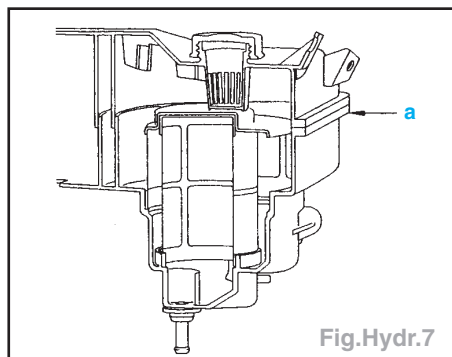

Fig.Hydr.7
- Si le repère est sous le repère «a», ajouter 1L de liquide LDS (Fig.Hydr.7).